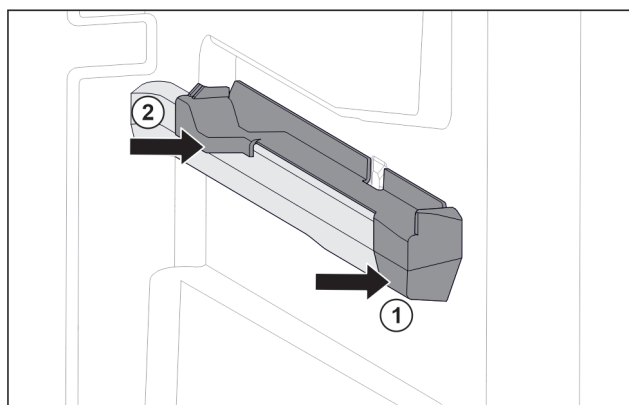

Fig. 51 Elemento inseribile sulla nervatura destra del contenitore
- Posizionare l'elemento inseribile sulla parte anteriore della nervatura del contenitore. Fig. 51 (1)
- Premere l'elemento inseribile sulla parte posteriore. Fig. 51 (2)